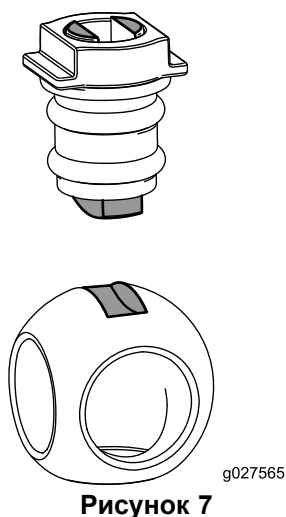

Рисунок 7
10. Вставьте шарик в корпус клапана (Рисунок 7).